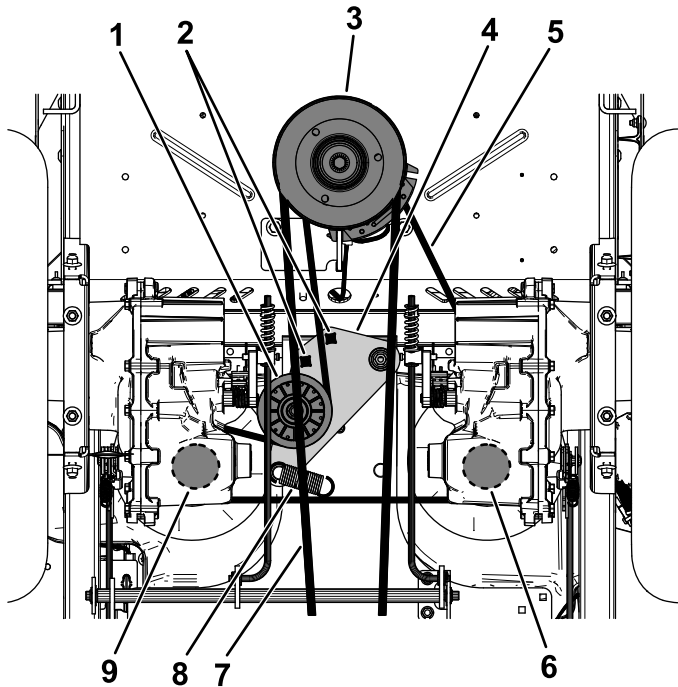

Bild 67
5. Verwenden Sie eine 1/2"-Ratschen oder -Breachstange in einem der quadratischen Löcher im Spannrollenarm, um die Spannung der Spannrollenfeder (Bild 67) zu lösen.
6. Ziehen Sie den vorhandenen Riemen von der Umlenkrolle, den beiden Riemenscheiben für den Hydraulikpumpenantrieb und der Motorriemenscheibe (Bild 67).
7. Ziehen Sie den neuen Riemen um die Motorriemenscheibe und um die beiden Riemenscheiben der Hydraulikpumpe (Bild 67).